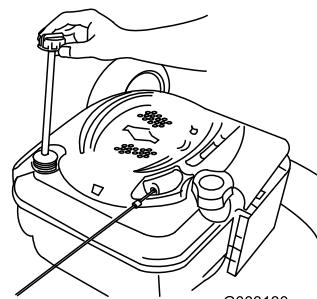

Figura 36
- Retire la varilla del tubo de llenado de aceite (Figura 36).